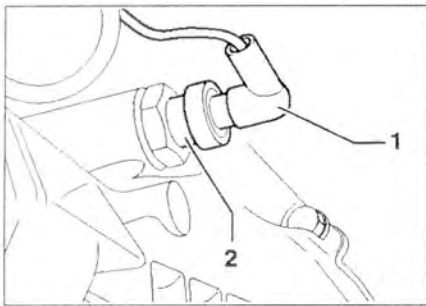

Рис. 3.10. Открутите провод 1 от выключателя 2 фонарей заднего хода и снимите его.
28. Открутите провод 1 от выключателя 2 фонарей заднего хода и снимите его (рис. 3.10).